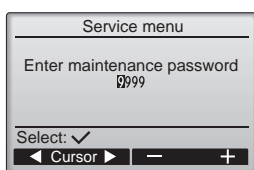

Fig. 7-2
- ① Послідовно виберіть «Main menu» (головне меню) і «Service» (сервіс), а потім натисніть кнопку [✓].
- ② Після вибору меню «Service» (сервіс) з'явиться вікно з проханням ввести пароль (Fig. 7-2). Щоб ввести поточний пароль обслуговування (4 цифри), наведіть вказівник на цифру, яку потрібно змінити, за допомогою кнопок [F1] або [F2], а потім виберіть потрібне число (від 0 до 9) за допомогою кнопок [F3] або [F4]. Потім натисніть кнопку [✓].